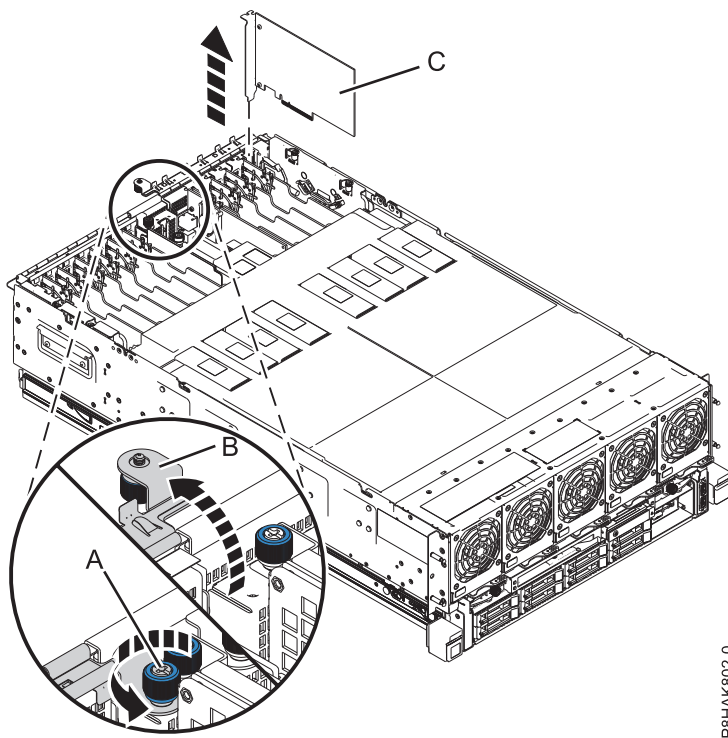

図 1. PCIe アダプターの取り外し
- a. ターゲット・スロットにあるアダプター・ラッチ (B) を開いた位置に設定します。つまみねじ (A) を、示されている方向に緩めてから、ラッチ (B) を、図 1 に示されている方向に回転させます。
- b. 図 1 に示すように、アダプター (C) の上端またはテール・ストックを慎重につかみ、アダプターをスロットから取り外します。